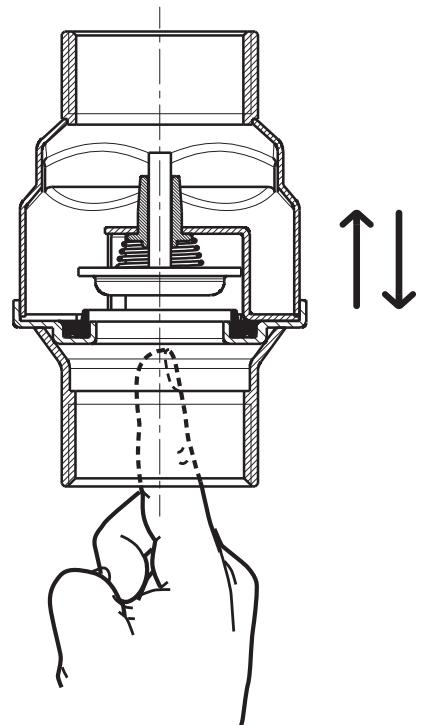

Fig. 1
- Controlar se a válvula funciona de forma correta empurrando o obturador pelo lado de aspiração no sentido indicado pela seta marcada no corpo da válvula (Fig. 1).